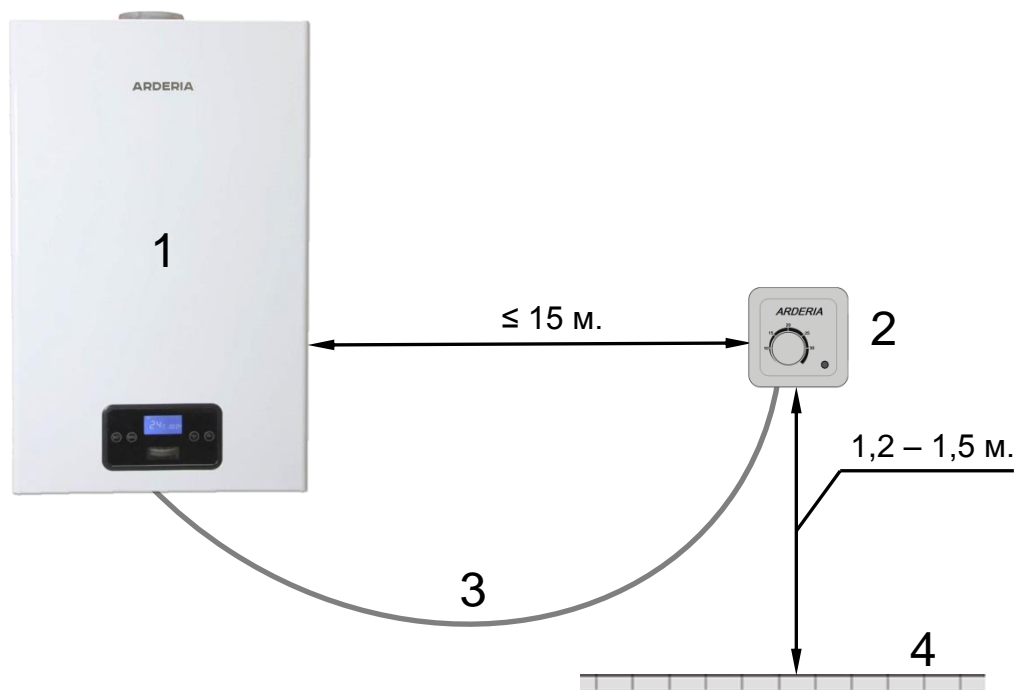

Рис. 51 Место установки комнатного термостата
- Термостат монтируют на стене, на высоте 1,2 – 1,5 м. от пола (См. Рис. 51).
- **Рекомендуемое** расстояние от термостата до котла не более 15 м (См. Рис. 51).